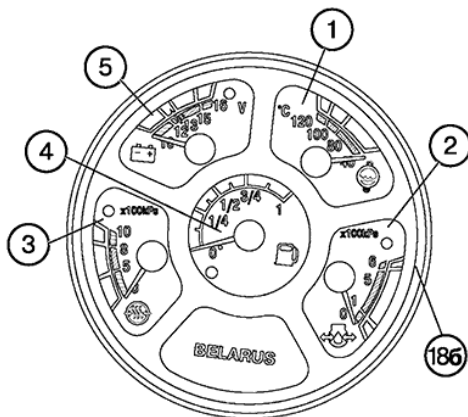

Рис. 16. Комбінація приладів
На лицьовій панелі щитка встановлені комбінація приладів 18б (рис. 16) (замість автономних показників 10, 11, 12, 13 і 15) і електричний тахоспідометр 18а з пультом керування 18в.
Комбінація приладів (186) (рис. 16).